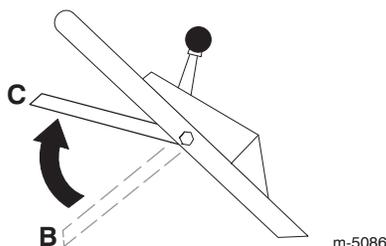

Bild 16
3. Heben Sie den Schaltbügel in die mittlere Stellung, ungefähr 12,7 cm unter den Griff an (Stellung **C** in Bild 16).
4. Lassen Sie den Schaltbügel los (Position **B** in Bild 16).